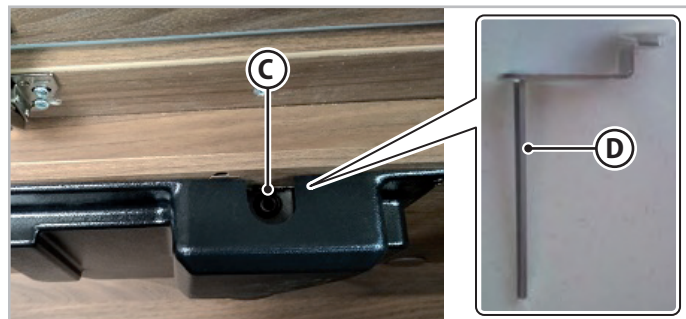

Fig. 6.20 - Type A - elektrisk oplåsning af seng
2. Sæt nøglen (**D** - Fig.6.20) i skruen (**C** - Fig.6.20) til den manuelle bevægelse fra forsiden af motoren.